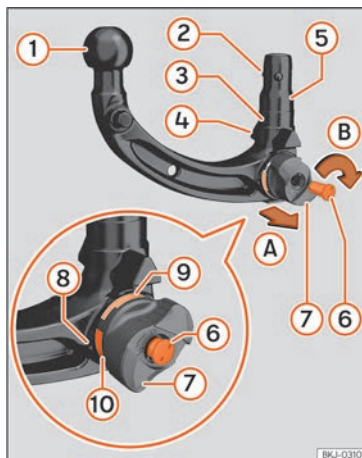

Abb. 156 Übersicht: Abnehmbare Anhängervorrichtung.
3. Die Schlossabdeckung »» (Abb. 156) 7 öffnen und den Schlüssel 6 in das Schloss stecken.